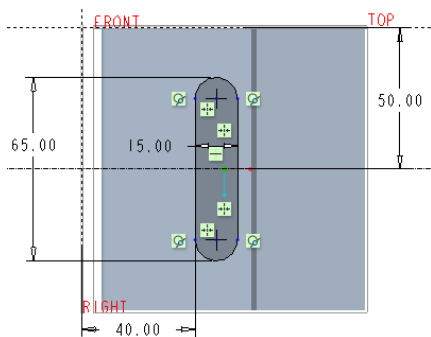

图 1-259 绘制图形
(3) 选择 TOP 基准平面定义草绘平面，快速地进入草绘模式。
(4) 绘制图 1-259 所示的图形，单击✔（确定）按钮。
(5) 在“拉伸”选项卡中打开“选项”面板，将侧 1 和侧 2 的深度选项均选择为“111”。